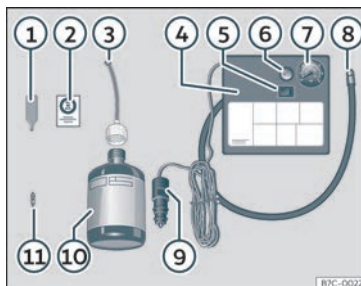

Fig. 34 Representação padrão: conteúdo do kit antifuros.
O kit antifuros está localizado na bagageira, por baixo do revestimento do piso. Inclui os seguintes componentes»» Fig. 34 :
- Desenrosque a proteção e o obus da válvula do pneu. Utilize o aparelho»» Fig. 34 ① para retirar a carga. Coloque-o numa superfície limpa.
- Agite com força a garrafa de vedante de pneus»» Fig. 34 ⑩.
- Enrosque o tubo de enchimento»» Fig. 34 ③ na garrafa de vedante. O selo da garrafa partir-se-á automaticamente.
• Remova o tampão do tubo de enchimento >>> **Fig. 34 ③** e enrosque a extremidade aberta do tubo na válvula do pneu.
• Volte a colocar o obus com o aparelho >>> **Fig. 34 ①** na válvula do pneu.
• Enrosque o tubo de enchimento do pneu do compressor >>> **Fig. 34 ⑧** na válvula do pneu.
• Verifique se o parafuso de evacuação de ar está fechado >>> **Fig. 34 ⑥**.
• Ligue o conector >>> **Fig. 34 ⑨** à tomada de corrente de 12 volts do veículo >>> Página 155.
• Ligue o compressor de ar com o interruptor ON/OFF >>> **Fig. 34 ⑤**.
• Cole o autocolante >>> **Fig. 34 ②** no painel de instrumentos, dentro do campo visual do condutor.
Volte a enroskar o tubo de enchimento >>> **Fig. 34 ⑤** e verifique a pressão no manómetro **⑥**.